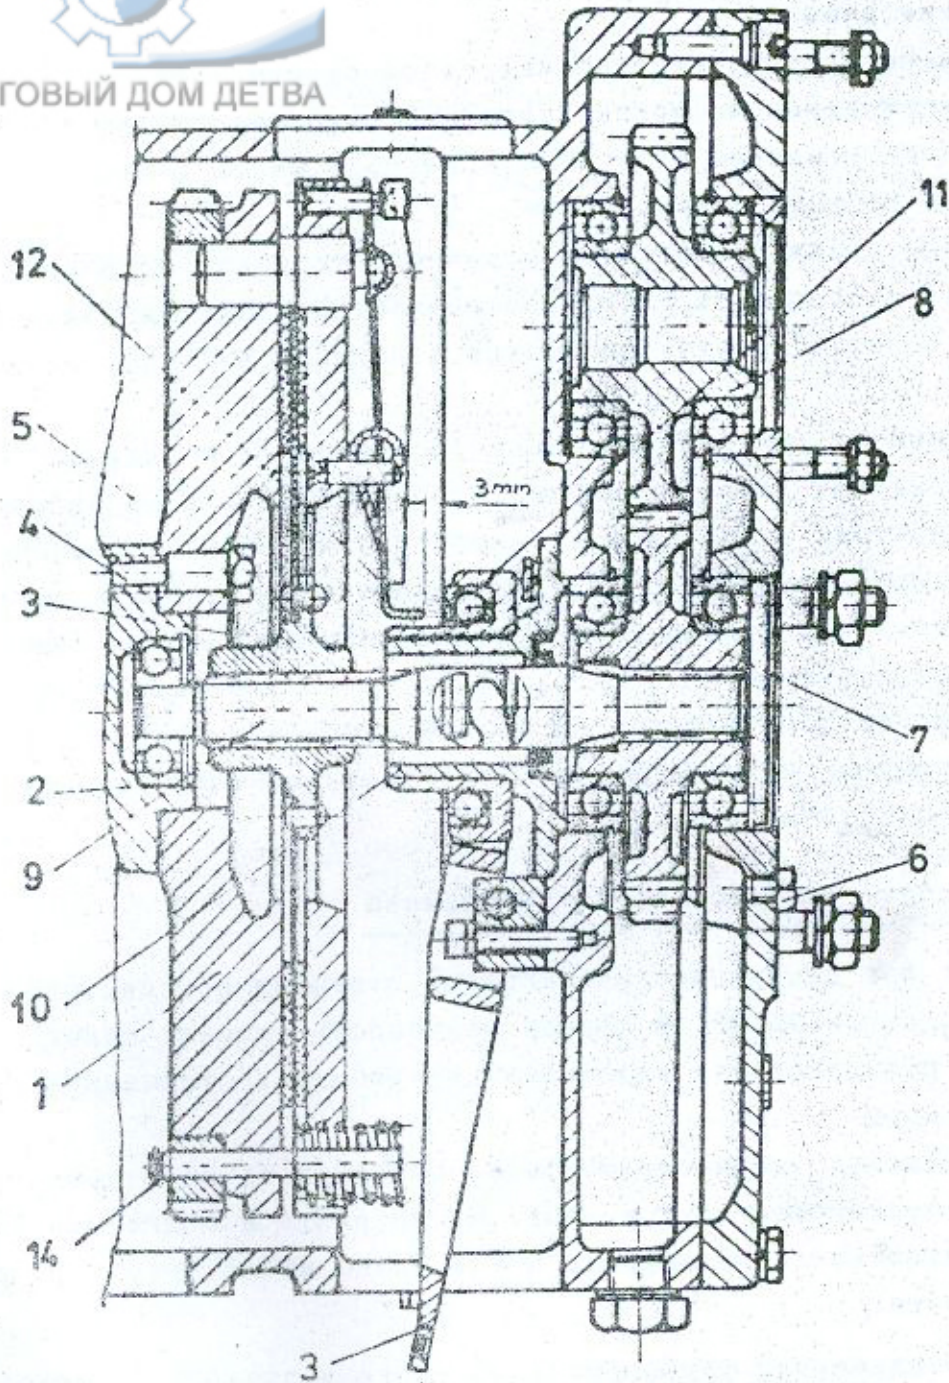

Рис.27 Привод гидронасосов с муфтой
Комплетный привод гидронасосов изображен на рис.27. При демонтаже привода гидронасосов муфта остается в сборе на двигателе Z 5201.
- центральное колесо /поз.7, рис.27/
- колесо для привода /поз.8, рис.27/
- монтаж вала /поз.9, рис.27/
- монтаж гусера с направляющей муфты /поз.10, рис.27/
- монтаж выжимного подшипника /поз.11, рис.27/
- монтаж выключения муфты сцепления /поз.12,13, рис.27/
Привод гидронасосов вставить шлицевым валом в ступицу пластины муфты сцепления и шарикоподшипника во фланце коленчатого вала двигателя. Повернув корпус привода настроить правильное положение на фланцах и ввернуть крепежные винты. Требуемые размеры по рис.27 проверить через верхнее и нижнее отверстие в корпусе привода. После контроля закрыть отверстие крышками. Заправить корпус привода маслом PP 90 /ЧСН 65 6640/ до контрольного отверстия /поз.6, рис.27/.